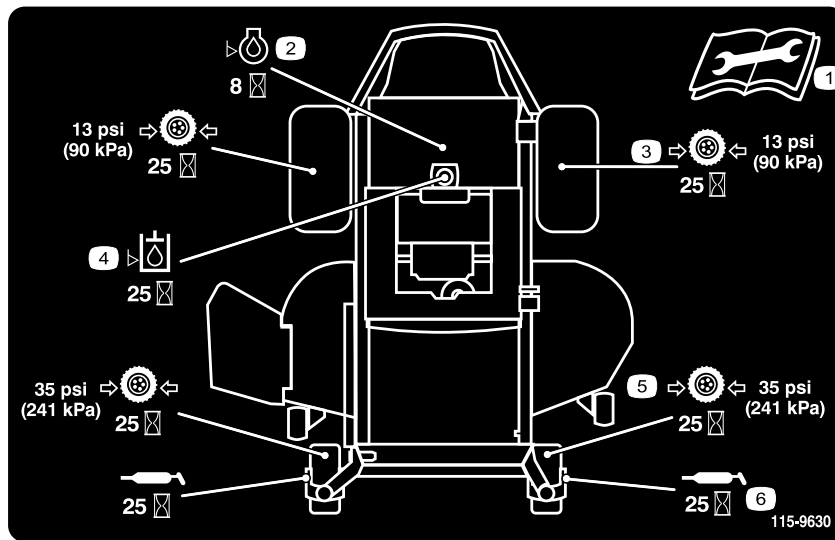

Figure 33
3. Nettoyez les graisseurs avec un chiffon (Figure 33 et Figure 34). Grattez la peinture qui pourrait se trouver sur le devant des graisseurs.
4. Raccordez une pompe à graisse à chaque graisseur (Figure 34 et Figure 33). Injectez de la graisse dans les graisseurs jusqu'à ce qu'elle commence à sortir des roulements.